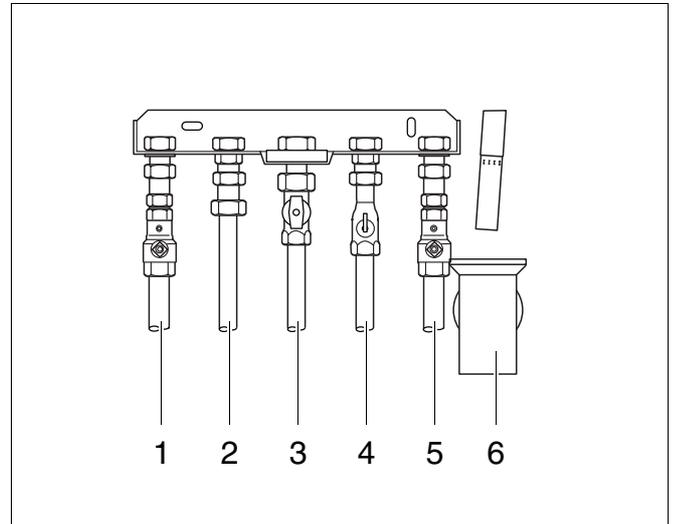
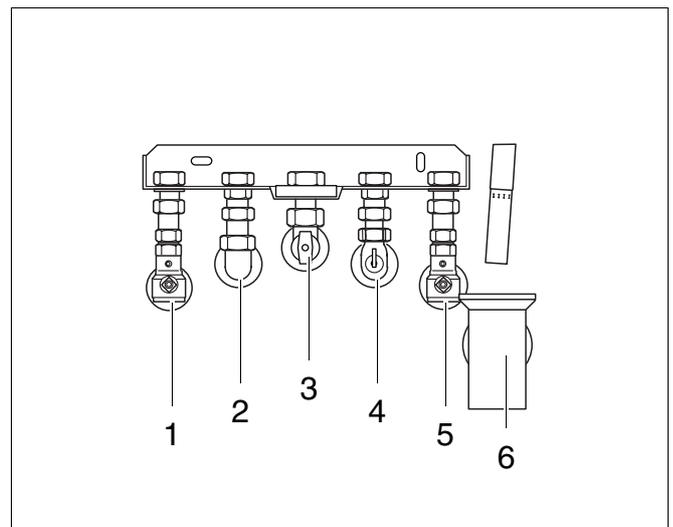

Fig. 2 Raccordements à montage apparent
Fig. 3 Raccordements à montage encastré
- Raccordez les conduites sans qu'il n'y ait de tension (fig. 2 et 3).
Légende pour fig. 2 et fig. 3: Raccordements de tuyaux